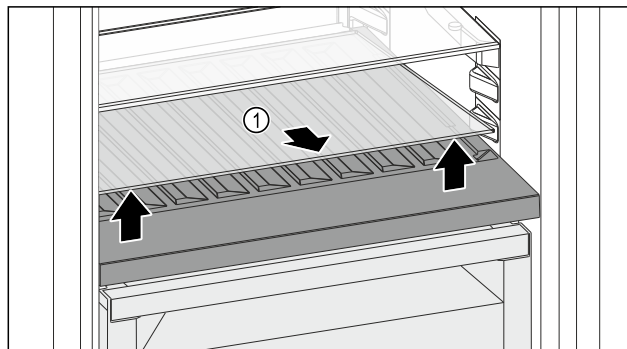

Fig. 164
- Podignite staklenu ploču Fig. 164 (1) na otvoru sprijeda i izvadite je.
- Čuvajte staklenu ploču Fig. 164 (1) na sigurnom izvan uređaja.
- Uložite staklenu ploču (2) ispod promjenjive police za boce.